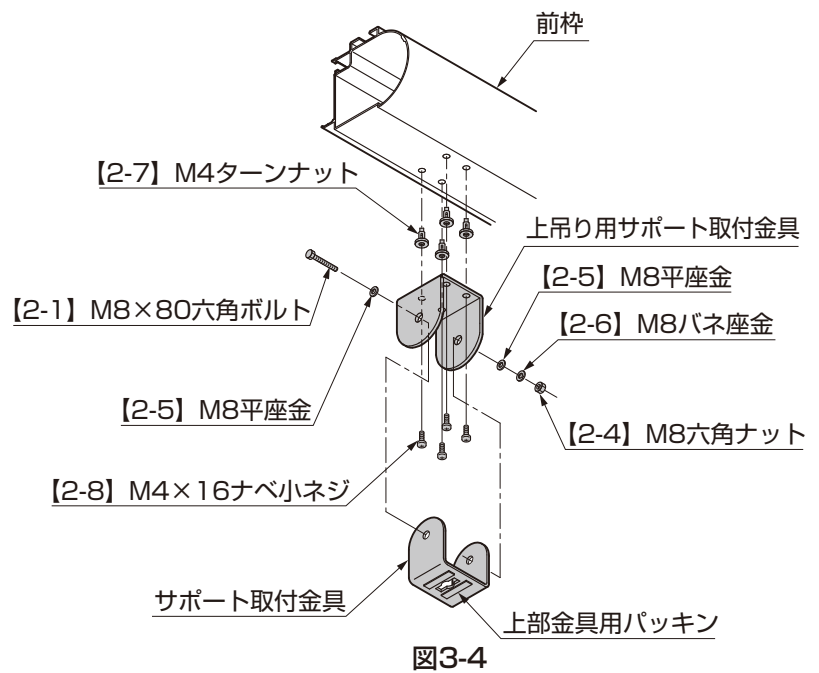

図3-4
- ②前枠に上吊り用サポート取付金具を【2-7】，【2-8】で取付けてください。(図3-4参照)
- ③上吊り用サポート取付金具にサポート取付金具を【2-1】，【2-4】，【2-5】，【2-6】で取付けてください。(図3-4参照)
(3) ネオフォームハイポート・アプローチの場合